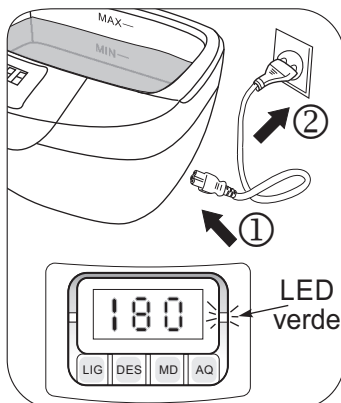

Fig. 9
- 2► Conecte el cable de energía en la cuba de ultrasonido y a la red eléctrica (Fig. 9). El LED verde se encenderá indicando que el equipo está encendido y la pantalla exhibirá el ciclo estándar de 180s (3 minutos).
• La cuba de ultrasonido no está conectada a la red eléctrica -----	• Conecte el cable de energía en el conector del equipo (Fig. 9, pág. 8) y a la red eléctrica.